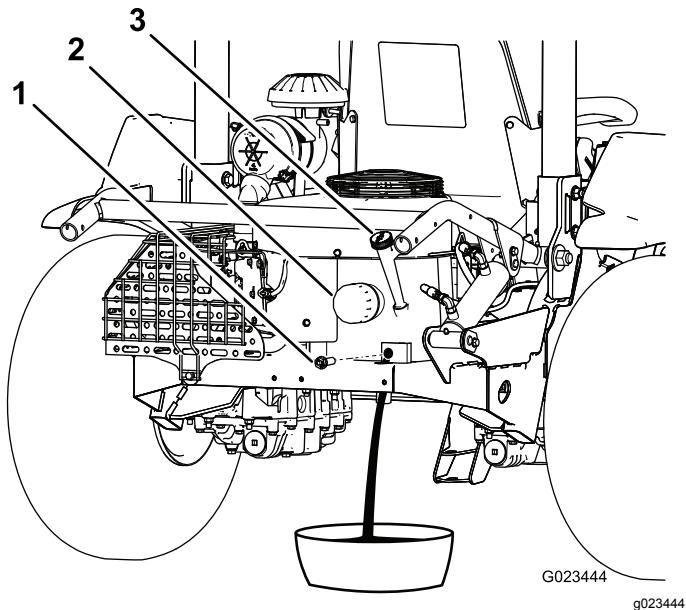

Figura 39
- Retire o tampão de escoamento (Figura 39) e deixe o óleo escorrer para um recipiente adequado. Quando o óleo parar de escorrer, volte a montar o tampão de escoamento.